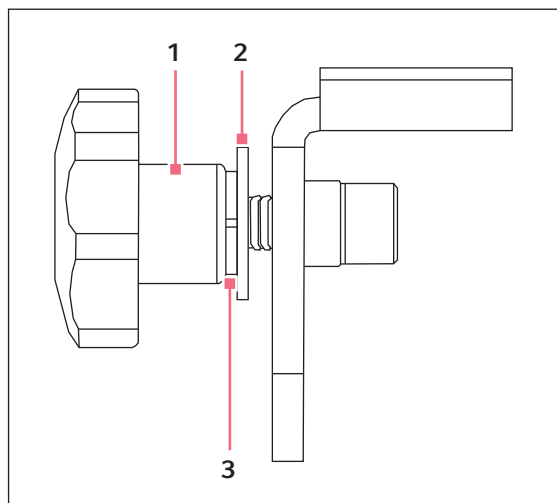

Abb. 1-3: Knopf
6. Wenn die Plattform vollständig eingesetzt und auf die Sub-Plattform ausgerichtet ist, installieren Sie wie abgebildet die Unterlegscheibe und den Federring. Schrauben Sie anschließend den abnehmbaren Knopf auf die Schraube und ziehen Sie ihn entsprechend an (siehe Abb. 1-3 auf S. 6).